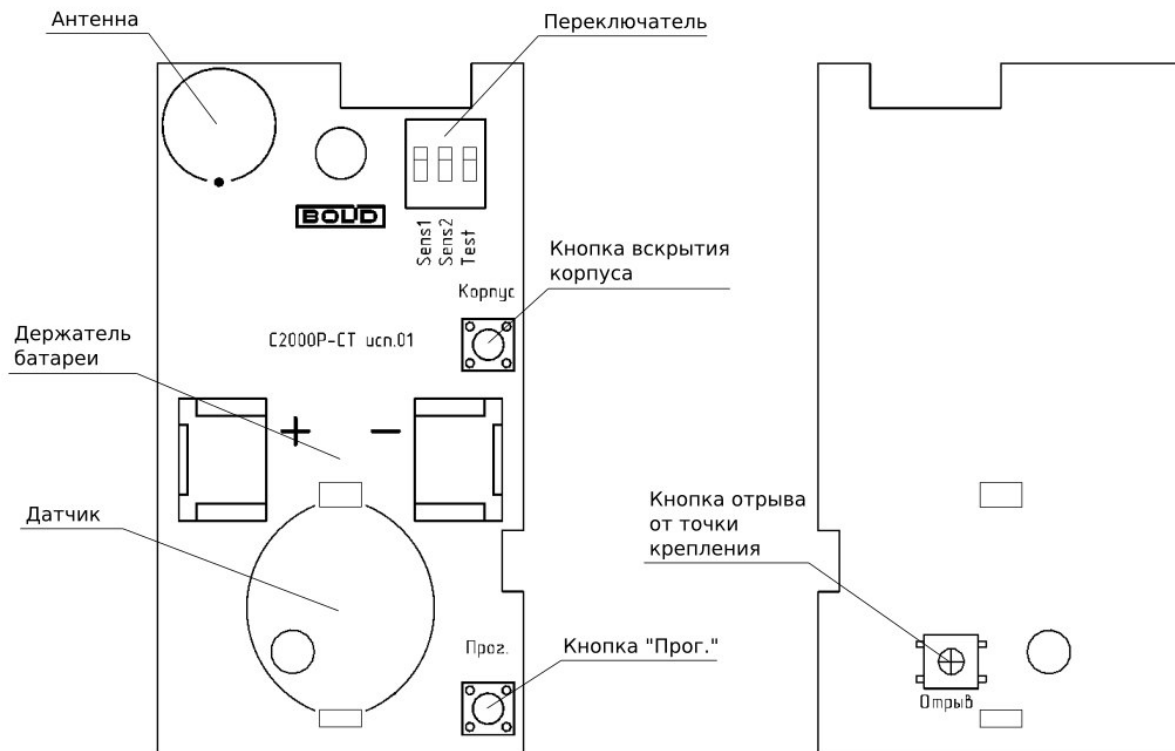

Рисунок 2.2 Расположение элементов на плате
На плате извещателя располагается элемент питания и органы управления прибором (см. Рисунок 2.2):
- Нажать кнопку «Прог.» на плате извещателя (см. Рисунок 2.2) на время более 3 секунд.
Настройка чувствительности извещателя осуществляется при помощи переключателя, расположенного на плате прибора (см. Рисунок 2.2).